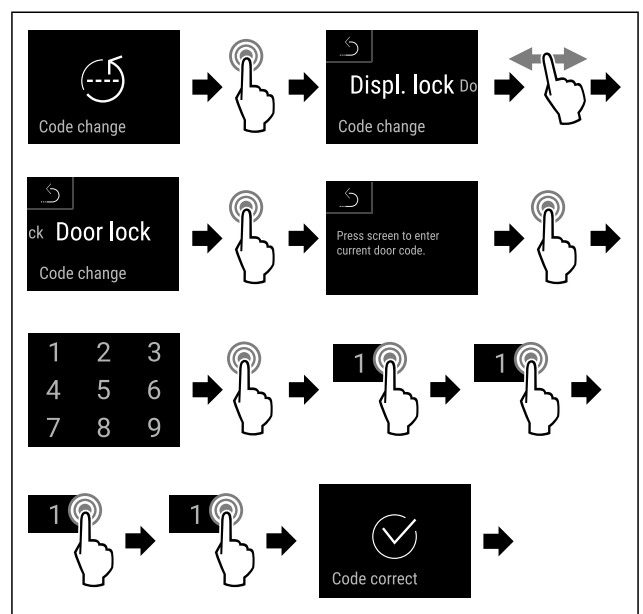

Fig. 81
- ▶ Suorita toimenpidevaiheet (katso Fig. 81).